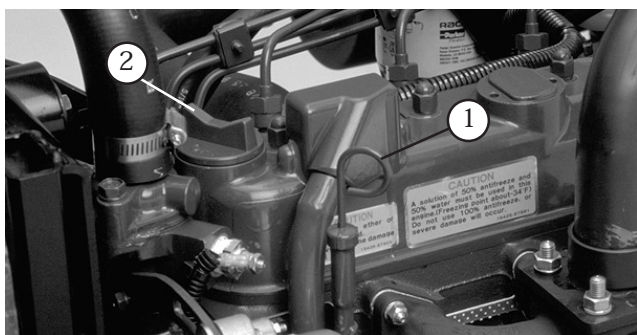
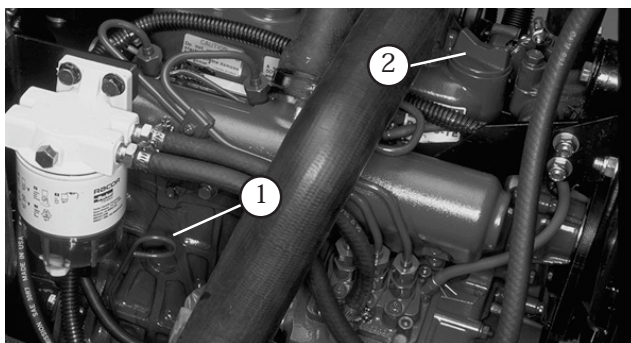

図 14
図 15
2. ディップスティックを抜き、ウェスで拭いてもう一度差し込む。ディップスティックを抜き取ってオイルの量を確認する；Fullマークまであればよい (リールマスター 5200は図14, リールマスター 5400は図15)。